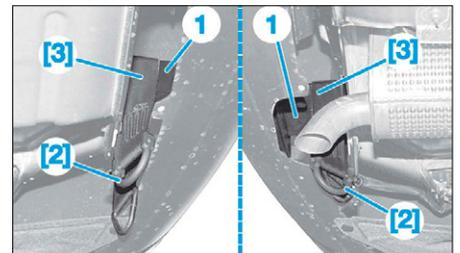

FIG. 7
- Engager les sangles [3] équipées de leurs manilles [2] sur l'absorbeur (1) (Fig.7).